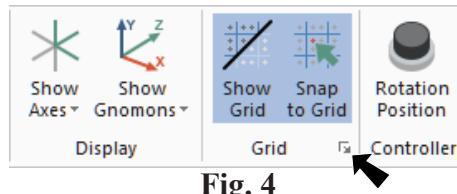

Fig. 4
Step 2. Click the **Dialog Box Launcher** (Alt-G), **Fig. 4**.